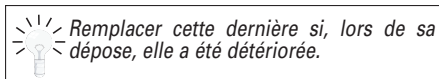

Fig. 161
- Décoller la fermeture acoustique d'aile (4) (Fig.161).